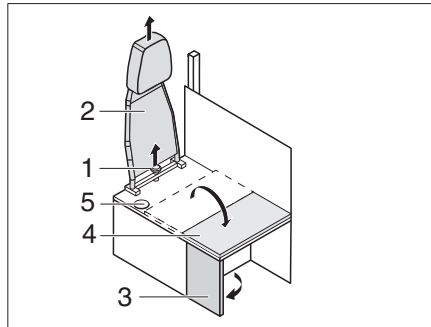

Fig. 184 Transformation conduite-habitation
- Dévisser la vis en étoile (Fig. 184,1) et retirer le dossier (Fig. 184,2) vers le haut.
- Déployer la paroi latérale (Fig. 184,3).
- Rabattre la rallonge de banquette (Fig. 184,4) sur la paroi latérale.
-  ▷ Pour la transformation du mode habitation au mode conduite, répéter ces étapes dans l'ordre inverse. Veiller à ce que la ceinture de sécurité passe par l'ouverture (Fig. 184,5).